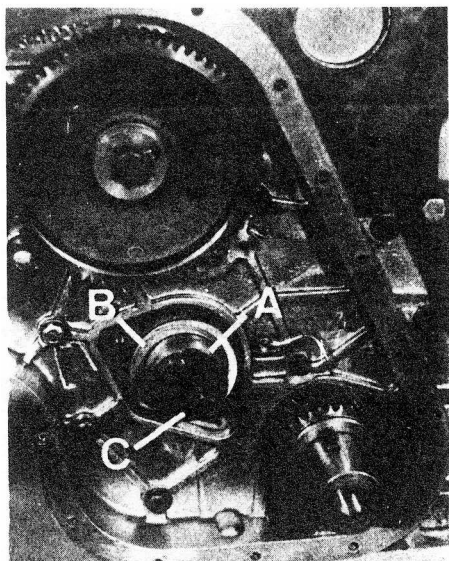

Fig. A3-70 Montaje del engranaje de enlace
- 2.6. Instalar el eje, A (Fig. A3-70) del engranaje de enlace, sujetándolo con dos tornillos en forma provisional para facilitar el posterior montaje del engranaje. Instalar la arandela, B, de suplemento, con las acanaladuras de engrase hacia el exterior.
- 2.8. Desmontar los dos tornillos, C (Fig. A3-70) que se habfan montado provisionalmente para sujetar el eje, A.